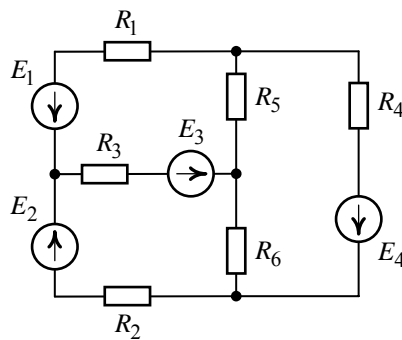

Рис. 4.1
Методом контурных токов рассчитать все токи в ветвях схемы (рис. 4.1). Даны: $E_1 = 240$ В, $E_2 = 160$ В, $E_3 = 70$ В, $E_4 = 120$ В, $R_1 = 24$ Ом, $R_2 = 16$ Ом, $R_3 = 34$ Ом, $R_4 = 12$ Ом, $R_5 = 21$ Ом, $R_6 = 18$ Ом. Выполнить проверку решения по второму закону Кирхгофа.
1. Цепь (рис. 4.1) содержит шесть ветвей ($m_b = 6$), четыре узла ($n_y = 4$). Ветви с источниками тока в цепи отсутствуют ($n_t = 0$).